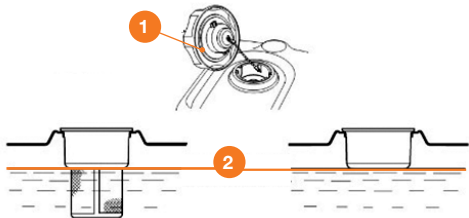

Рис. 5
При низком уровне топлива долейте его до установленного уровня ②. После заправки топливного бака надежно затяните пробку заправочной горловины ① (Рис. 5). Используйте только чистый, свежий неэтилированный бензин **АИ-92**.